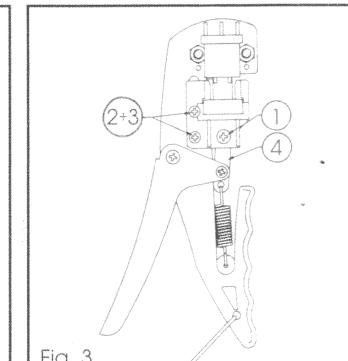
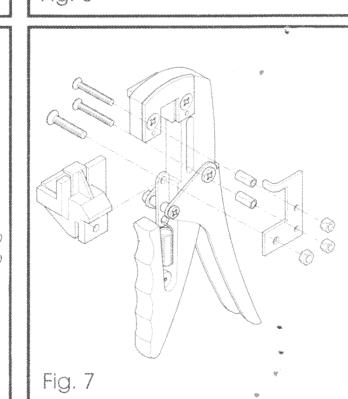

Fig. 3
Fig. 7
- 4) Prendere la nuova battuta, montarla sul retro dell'Innestatrice con al centro l'asta N.4 (fig.3) e inserire le viti 1-2-3, nei rispettivi buchi in senso contrario a come erano inserite (fig.7) accertandosi che la vite N.1 passi attraverso l'asta N.4 (fig.3).
- 5) Inserire le boccole nelle viti N.1 e N.2 (fig.3 + fig.7).
- 4) Take the new beat, fit it to the back of the grafting unit with rod N.4 (fig.3) at the center, and insert screws 1-2-3 into their respective holes in the opposite direction to that seen before (fig.7), ensuring that screw N.1 passes through the rod N.4 (fig.3).
- 5) Insert the bushings on screws N.1 and N.2 (fig.3 + fig.7).
- 4) Den neuen Anschlag nehmen, an der Rückseite der Pfropfzange mit der Stange N.4 (Abb.3) in der Mitte montieren und die Schrauben 1-2-3 umgekehrt in die entsprechenden Löcher einsetzen (Abb.7). Dabei sicherstellen, daß die Schraube N.1 durch die Stange N.4 geht (Abb.3).
- 5) Die Buchsen in die Schrauben N.1 und N.2 einsetzen (Abb.3 + Abb.7).
- 4) Tome el nuevo topo, mítelo en la parte posterior de la injertadora con la varilla N.4 (fig.3) en el centro e introduzca los tornillos 1-2-3 en los respectivos agujeros, en el sentido contrario a aquél en que estaban introducidos (fig.7), controlando que el tornillo N.1 pase a través de la varilla N.4 (fig.3).
- 5) Introduzca los casquillo en los tornillos N.1 y N.2 (fig.3 + fig.7).